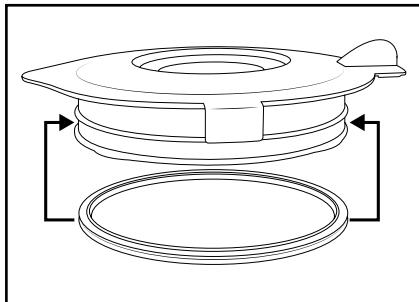

Fig. 3
- Rengør kun blenderkanden ③ med en opvaskebørste med langt skaft, så du ikke kommer til skade på knivene ④.
- Rengør påfyldningslåget ① og låget ② i en mild sæbeblanding. Ved rengøring med hånden kan du fjerne gummidæksningen ⑨. Sørg for, at gummidæksningen ⑨ sidder rigtigt, før du bruger låget ② igen (fig. 3).